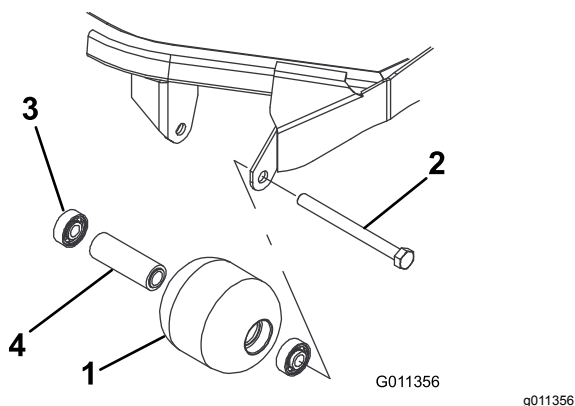

Figura 61
1. Retire o parafuso de montagem do rolo (Figura 61).
estão danificados (Figura 61). Substitua os componentes danificados e volte a montá-los.
1. Introduza o primeiro rolamento na estrutura do rolo (Figura 61). Empurre só a calha externa ou, então, exerça o mesmo tipo de pressão nas calhas interna e externa.
2. Coloque o espaçador (Figura 61)
3. Introduza o segundo rolamento na estrutura do rolo (Figura 61) exercendo o mesmo tipo de pressão nas calhas interna e externa até a calha interna entrar em contacto com o espaçador.